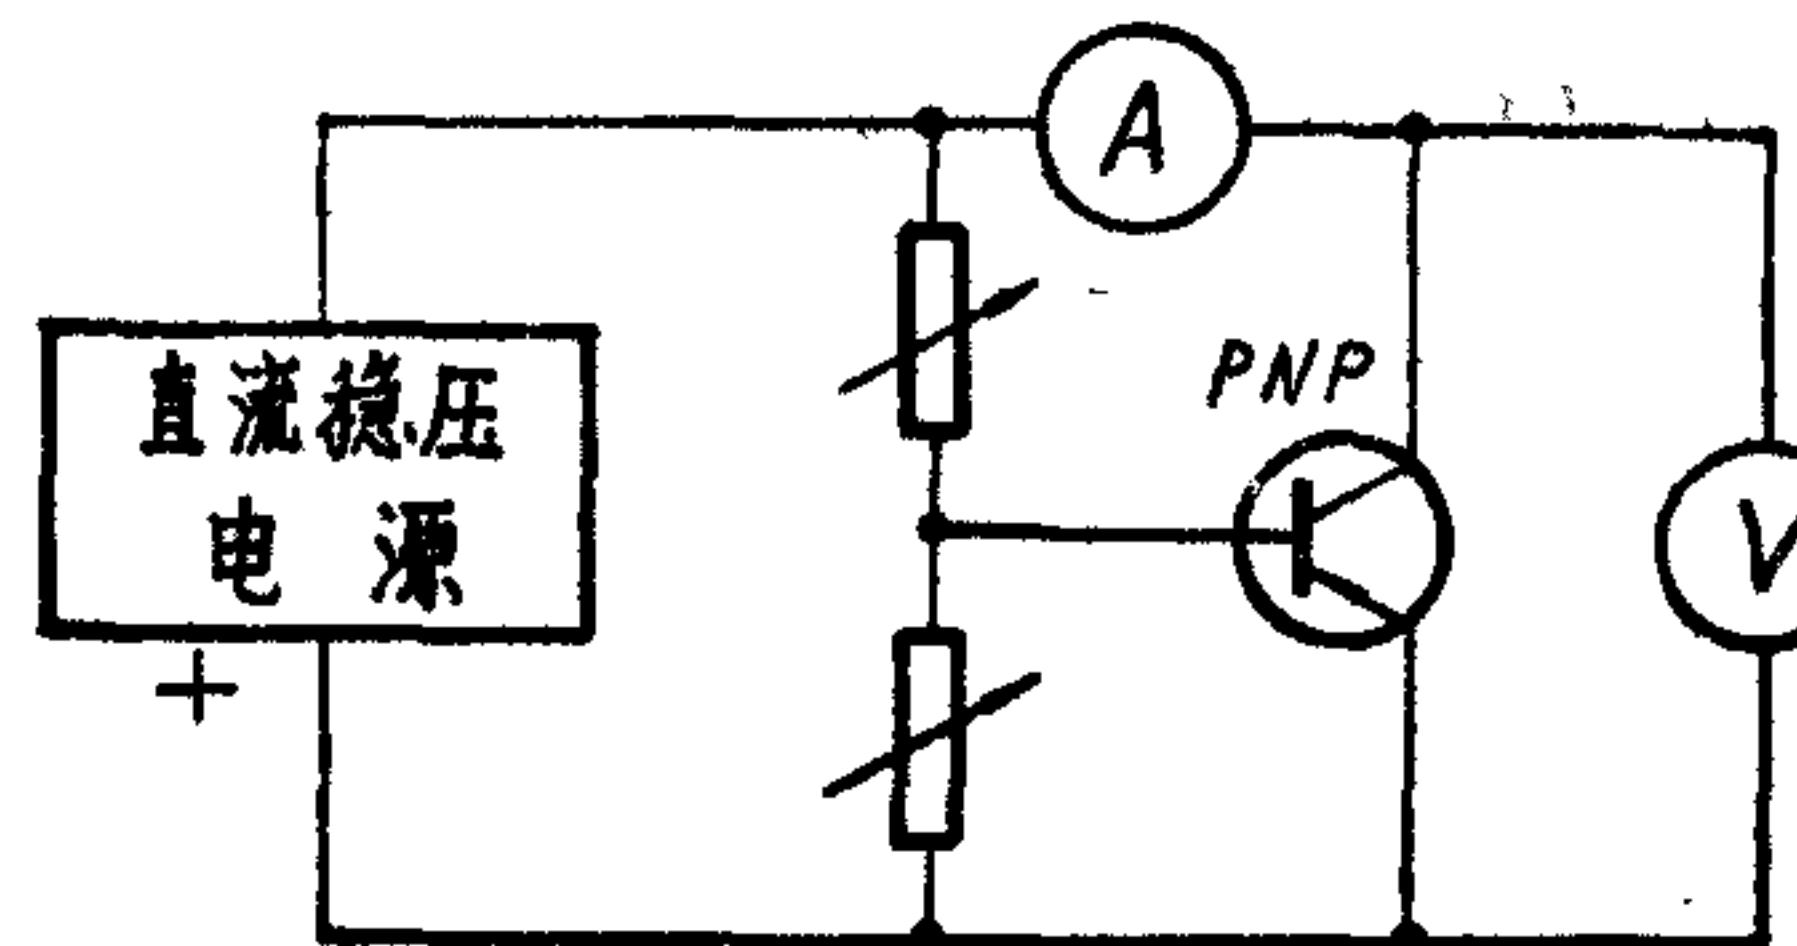
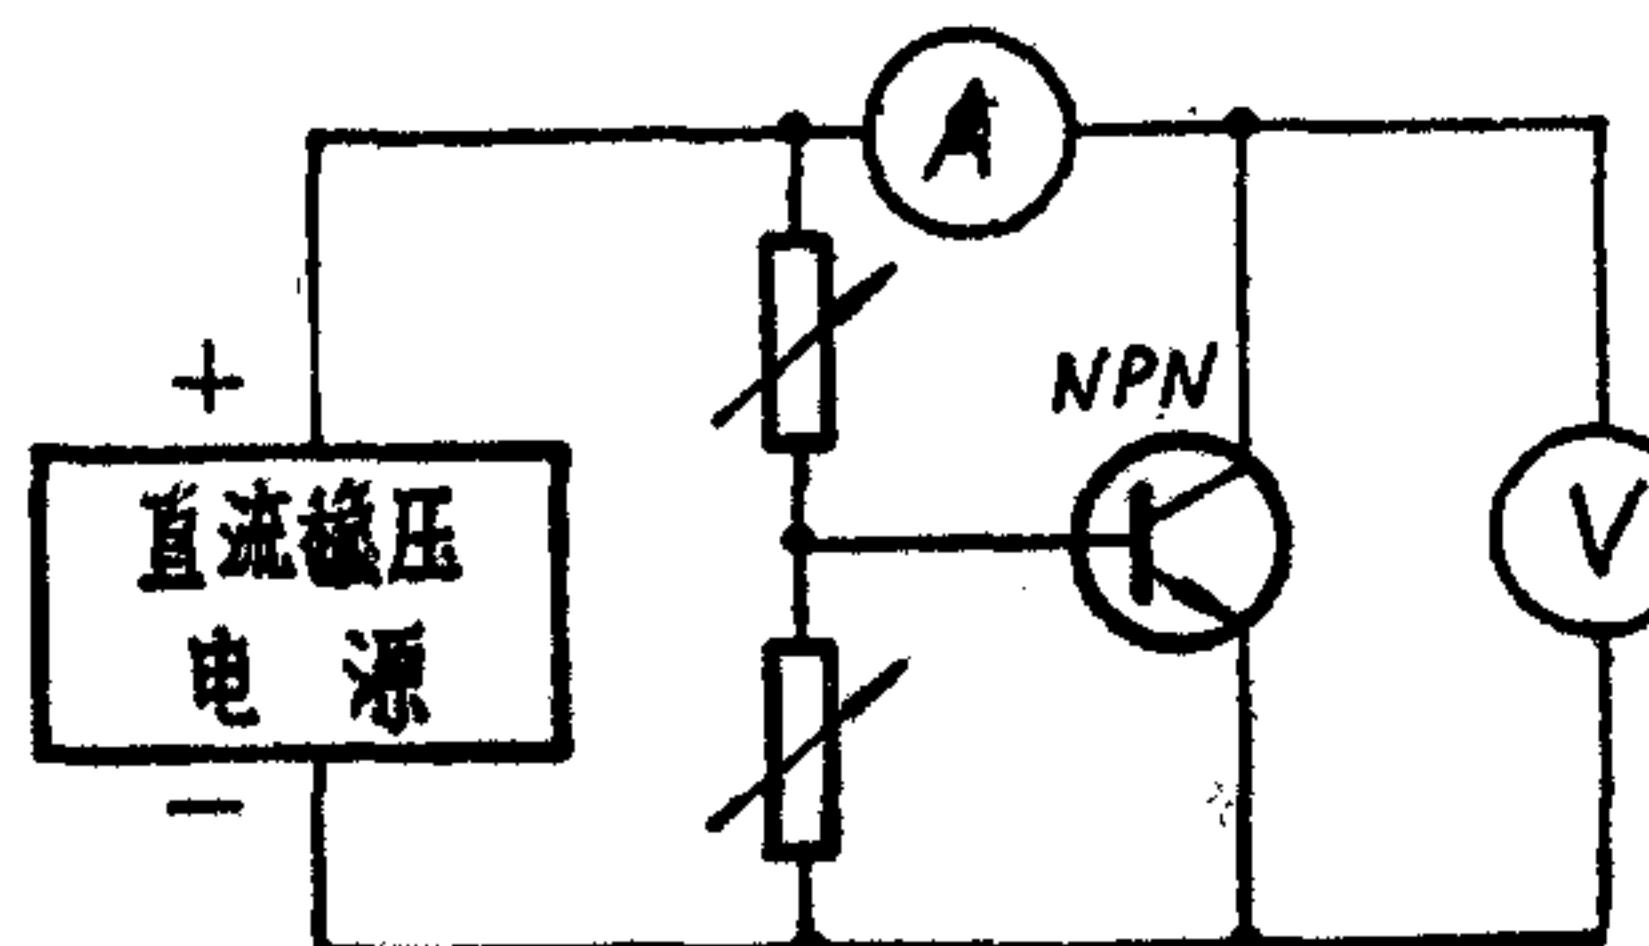

图 3
图 4
5. 在散热器热阻测试系统中，半导体器件施加功率后，应视为一个等效热源。因此，它可以是半导体功率三极管，也可以是整流二极管，或可控硅等半导体器件。在使用半导体功率三极管作为等效热源时，其施加功率及测试功率的电路图如图 3 和图 4 所示。
13.按图3或图4的原理接好电路。将直流电流表和直流电压表的量程拨在所需的档位上。上边可变电阻应旋在最大位置，下边可变电阻应旋在最小位置。